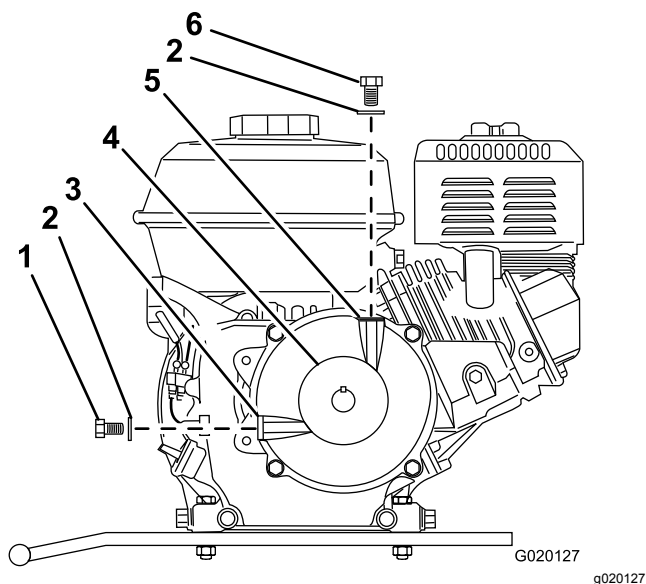

Figura 60
6. Retire el perno y la arandela de llenado del orificio de llenado situado encima de la caja reductora (Figura 60).
7. Retire el perno de comprobación del nivel de aceite y la arandela del orificio de nivel de aceite en el lateral de la caja reductora (Figura 60).
12. Instale el perno de comprobación del nivel de aceite y la arandela en el orificio de nivel de aceite de la caja reductora y apriete el perno (Figura 60).
13. Instale el perno de llenado y la arandela en el orificio de llenado de la caja reductora y apriete el perno de llenado (Figura 60).